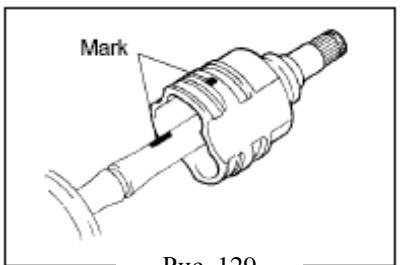

Рис. 129
**18. Снимите обойму ШРУСа (рис. 129)**